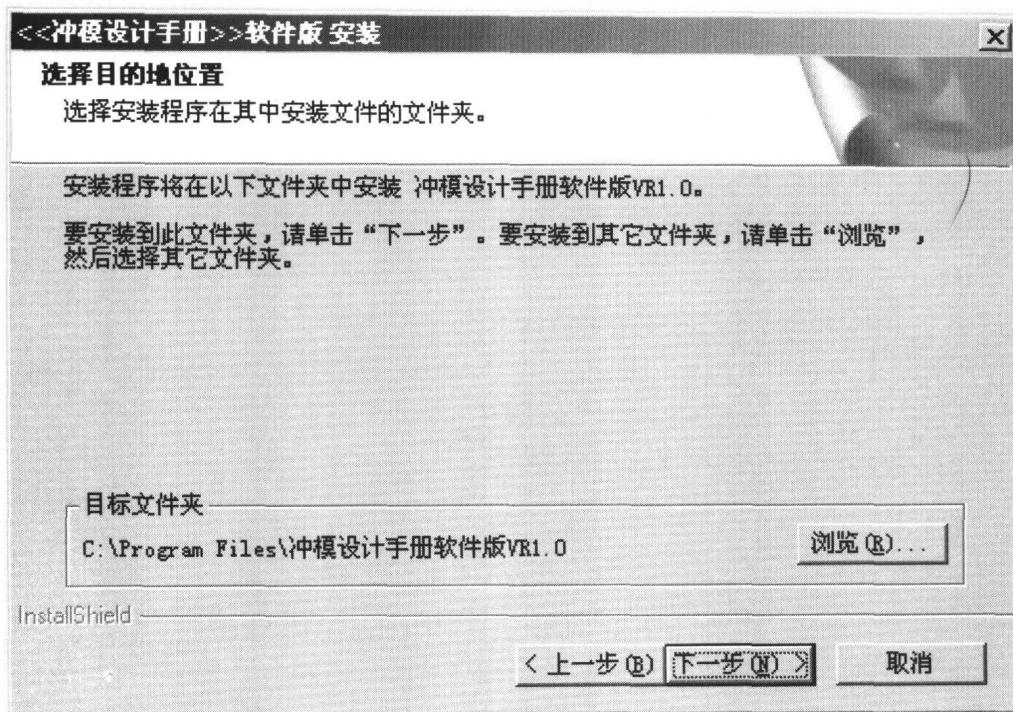
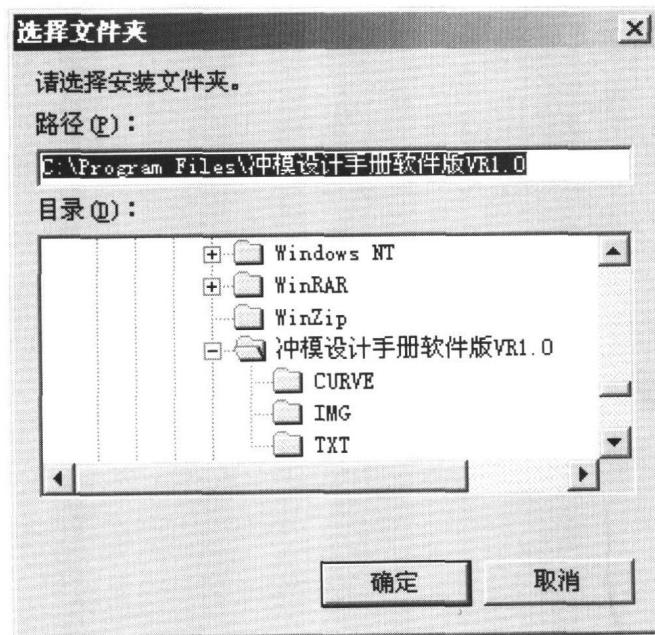

图 1.5 选择安装目录界面
图 1.6 选择合适的文件夹界面
- (6) 进入选择安装目录界面，如图 1.5 所示。系统推荐的安装目录是 C:\Program Files\冲模设计手册软件版 VR1.0，如果同意安装在此目录下，单击“确定”按钮。如果希望安装在其他的目录中，单击“浏览”按钮，在出现的对话框中选择合适的文件夹后，单击“确定”按钮，如图 1.6 所示。